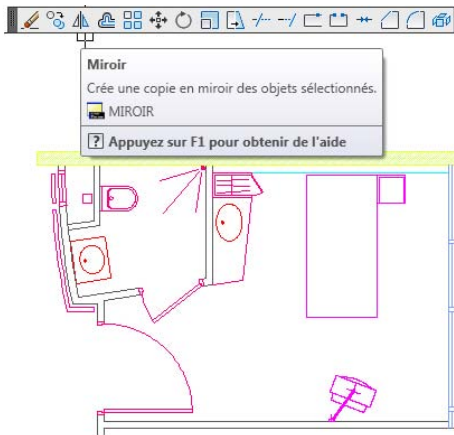
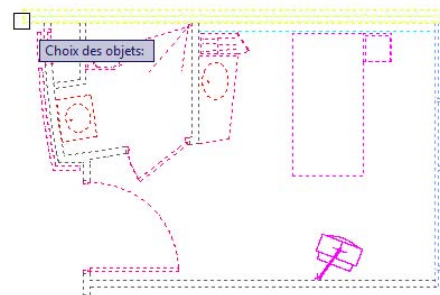

Figure 4.55
Figure 4.56
4. Vous allez maintenant apporter des modifications. Faites un miroir de la cellule (voir Figure 4.55). Désormais, vous n'avez plus besoin de sélectionner l'ensemble des objets puisqu'ils forment un groupe (voir Figure 4.56).